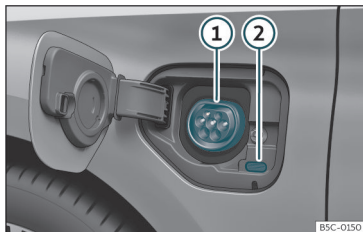

Fig. 202 Detrás de la tapa de carga de la batería en la parte delantera izquierda: Toma de carga
» » fig. 202
- Con el vehículo desbloqueado, al presionar la tapa de carga de la batería esta se abre » » fig. 202.